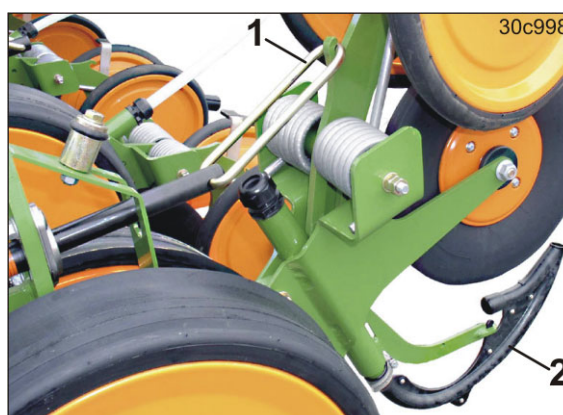

Рис. 257
4. Поднимите уплотняющие диски и зацепите за крючок (Рис. 257/1).
5. Устраните засорение в трубопроводе (Рис. 257/2) при необходимости снимите трубопровод для очистки.